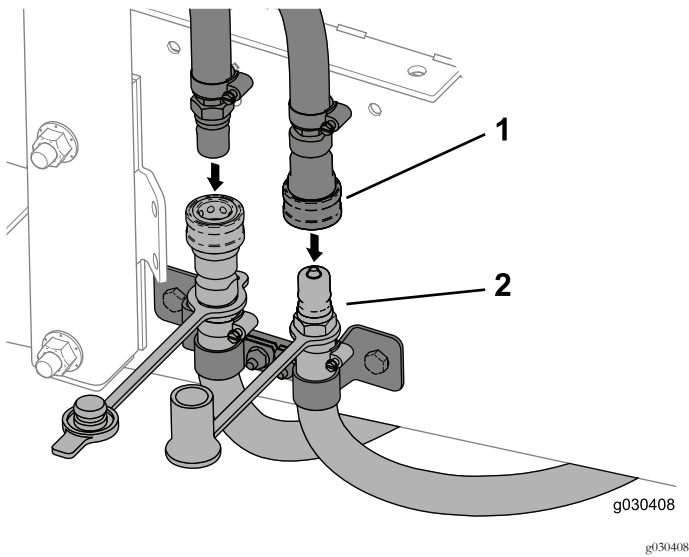

Figure 41
6. Branchez les flexibles de la cabine aux flexibles montés sur la machine (Figure 41).